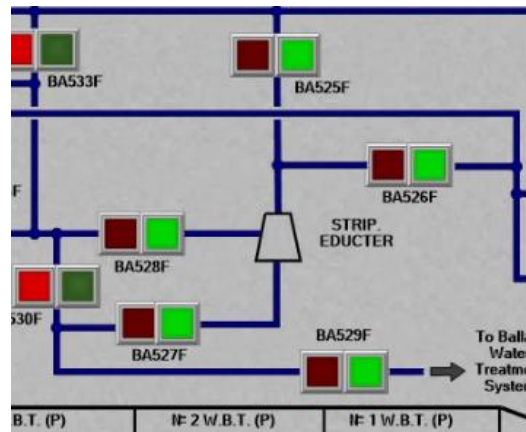

Figura 80- BA527F, BA525F, BA526F obertes
- Per aconseguir que aquesta aigua vagi cap a l'eductor en lloc de cap al sistema de tractament d'aigua tancarem la vàlvula BA530F i en el seu lloc obrirem la BA528F (Figura 80).
- Ara que ja tenim un líquid conductor podem obrir la sortida de l'eductor obrint la vàlvula BA527F pressionant el botó verd durant uns segons (Figura 80).
- Finalment, obrirem les vàlvules que comuniquen les línies de llast 1 i 2 amb l'eductor per tal que aquest pugui començar a succionar, aquestes són les BA525F i BA526F (Figura 80).
3. Tot seguit procedirem a obrir les vàlvules de l'eductor (*Figura 80*):